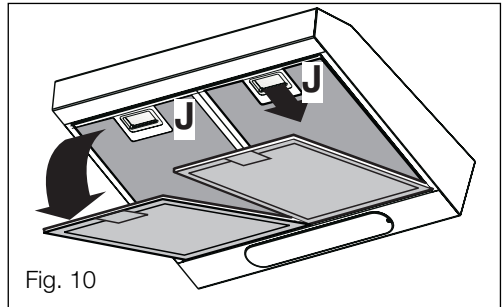

Fig. 10
- Presione los pestillos **J** hacia el lado opuesto y extraer los filtros, fig. 10.